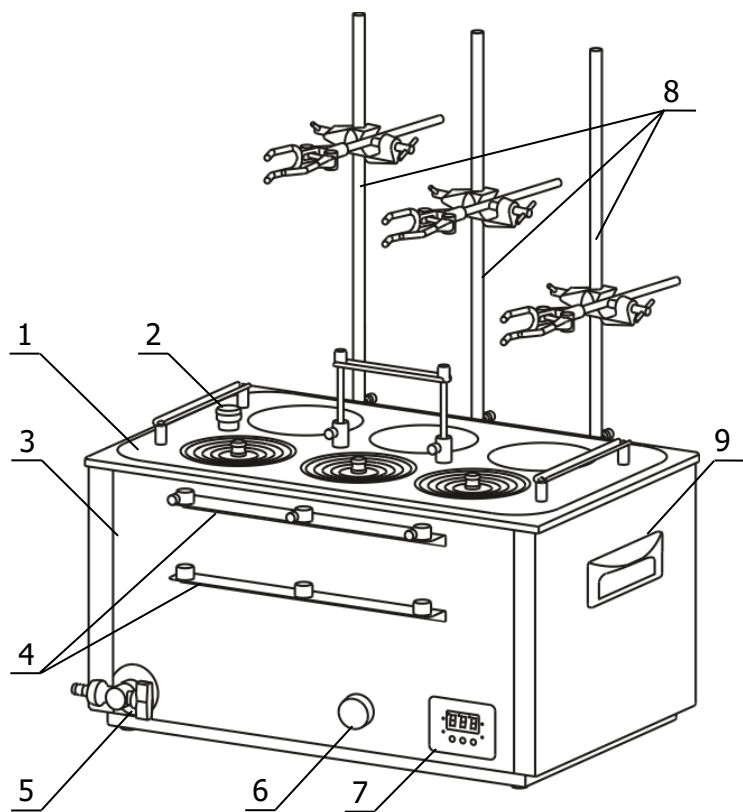
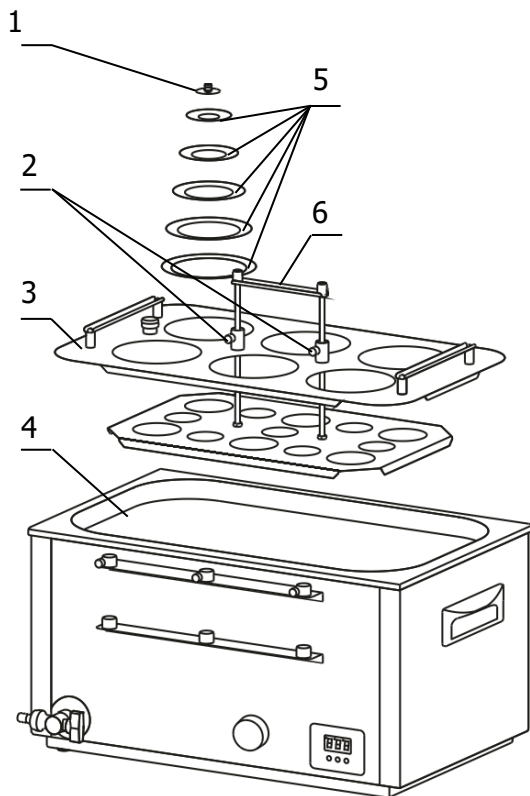
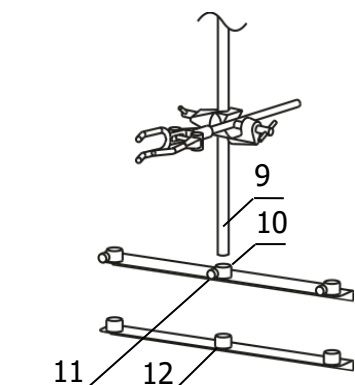

Рисунок 1 — Внешний вид бань лабораторных
Рисунок 3 — Установка корзины в ванну бани (на примере ЛБ63)
Рисунок 5 — Установка штатива
1.4.1 Все модификации лабораторных бань ЛБ имеют сходную конструкцию ванны 3, в которую установлена корзина 1. Корзина имеет адаптер для контрольного термометра 2 и регулируемое по высоте дно. Баня имеет механический таймер 6, цифровой регулятор температуры 7 и кран для слива теплоносителя 5. Каждое рабочее место оснащено системой из пяти concentric rings 5 (рисунок 3), позволяющей размещать в корзине емкости различного диаметра (максимальный диаметр рабочего места — 110 мм). Крышка 1 (рисунок 3) закрывает отверстие в наименьшем из колец при неиспользовании рабочего места. Штативы с лапками 8 (рисунок 1) предназначены для установки в вертикальное положение и фиксации высоких и неустойчивых емкостей.
2.2.2 Установить корзину 3 в ванну 4 (рисунок 3).
Корзины лабораторных бань на два и шесть рабочих мест имеют стационарную ручку 6 (рисунок 3). Корзины бань на одно, три и четыре рабочих места — съемную ручку 6, показанную на рисунке 4.
2.2.4 Поднять дно корзины в крайнее верхнее положение с помощью ручки 6 и зафиксировать винтовыми фиксаторами 2 (рисунок 3). В зависимости от диаметра емкости установить необходимое количество концентрических колец 5 и поместить емкость в корзину. Положение колбы можно зафиксировать, надев на ее горловину кольцо подходящего диаметра.
2.2.7 При необходимости установить в вертикальное положение и закрепить высокую и неустойчивую емкость использовать бани, оснащенные штативами 8 (рисунок 1). В этом случае необходимо вставить трубку штатива 9 (рисунок 5) во втулку верхней планки 10, опустить до упора во втулку нижней планки 12 и зафиксировать крепежным винтом 11.
2.2.8 При проведении работ по очистке бани, слить теплоноситель через сливной кран 5 (рисунок 1).